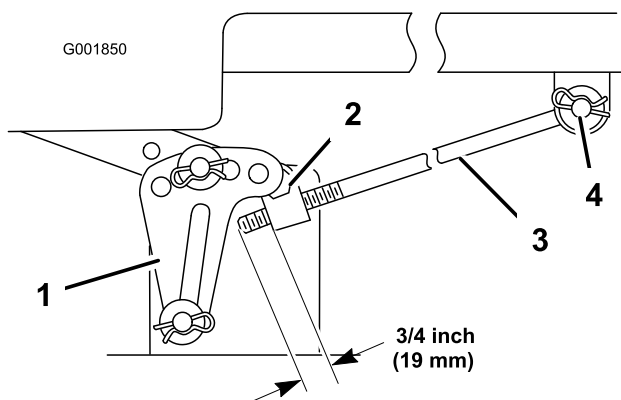

Figure 54
5. Mesurez la longueur de tige qui dépasse du bloc de réglage sur les côtés du châssis (Figure 54).
6. Si la longueur n'est **pas** égale à 19 mm, retirez la goupille fendue et la rondelle de l'extrémité de la tige (Figure 54), puis vissez ou dévissez la tige jusqu'à obtention de la longueur requise.